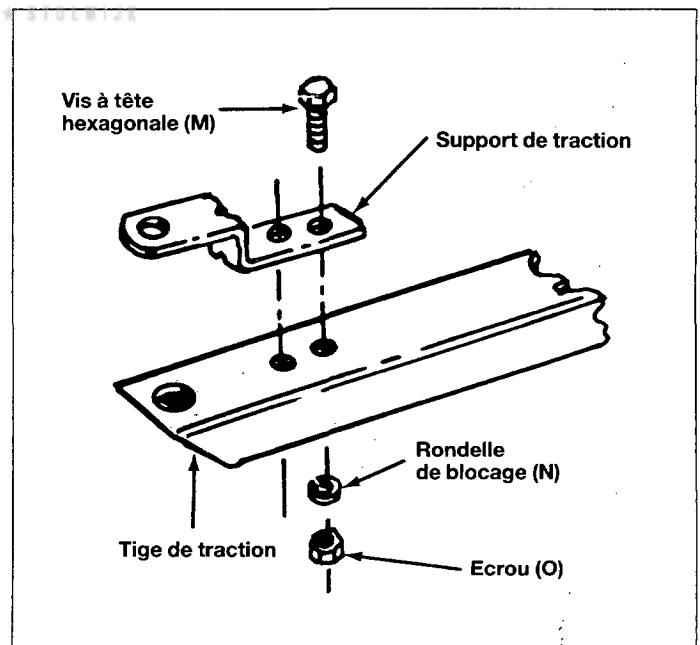

Fig. 14
19. Montez le support de traction sur la tige de traction. Utilisez des vis à tête hexagonale de 10 x 25 mm (M), des rondelles de blocage (N) et des écrous (O). Voir la figure 14.